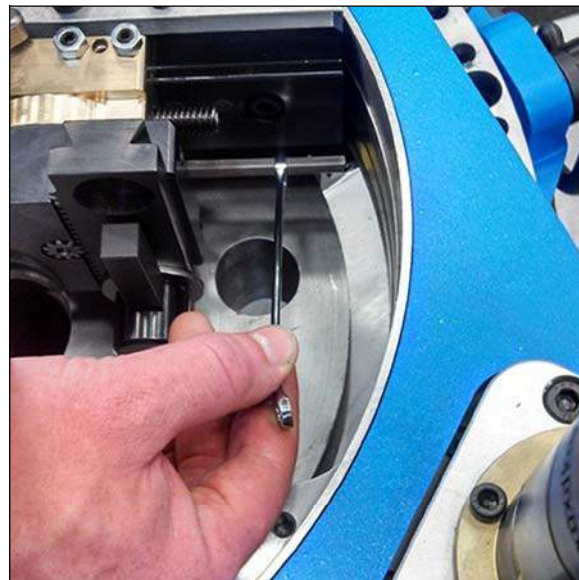

РИСУНОК 3-26. РЕГУЛИРОВКА ВЫСОТЫ ИНСТРУМЕНТА ПОВОРОТОМ ПРИВОДНОГО ВАЛА ОСЕВОЙ ПОДАЧИ (ПОКАЗАНА МОДЕЛЬ FF1200)
4. Поставленный в комплекте ключом $\square\square\square$ поверните приводной вал осевой подачи для регулировки глубины инструмента (см. рис. 3-26).